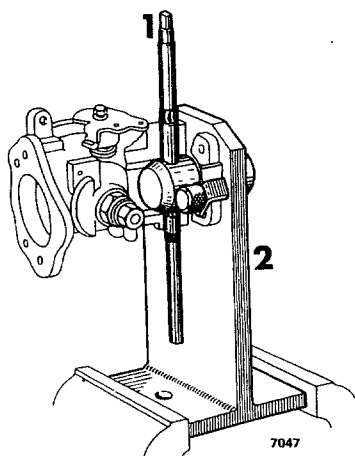

Fig 03-5. Brotschning av bussningsläge
1. Sätt fast förgasaren i stativet enligt fig 03-5. Använd stativets grövre tapp och se till att tappens hål kommer i linje med spjällaxelns hål.
2. Brotscha hålen för spjällaxeln, se fig 03-5. Dra inte tillbaka brotschen utan lossa fästet och skjut den igenom i arbetsriktningen.